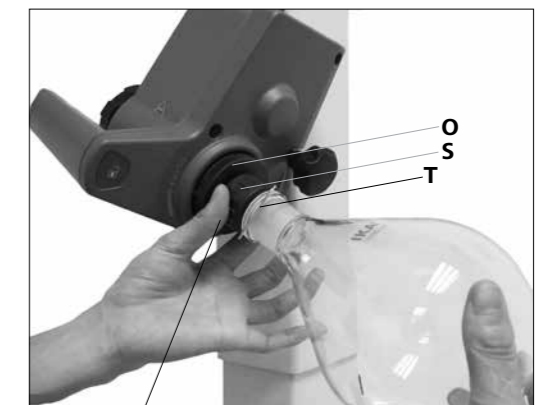

Fig. 15b
- Fordítsa el a műanyag anyacsavart (P) a bilinccsel (S) együtt az óramutató járásával ellentétes irányban egészen addig, amíg a bilincs a karima fölé kerül. (Fig. 15b)
- Most fordítsa el a műanyag anyacsavart az óramutató járásával megegyező irányban addig, amíg a bilincs szilárdan fel nem fekszik a karimán. Ehhez tartsa meg a gőzátvezető cső reteszelőszerkezetét (O).